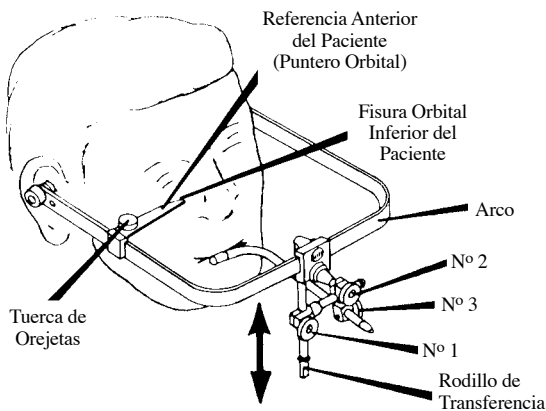

Figura 10
- Afloje levemente la tuerca a resorte que asegura la referencia anterior del paciente, Figura 10. Gire con cuidado esta referencia (puntero orbital) hasta una cercanía con la fisura orbital inferior del paciente.